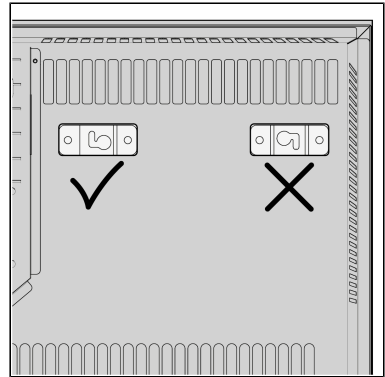

Abbildung 41.
7. Bevor Sie die Halterungen am Alutherm Sani Wi-Fi anbringen, überprüfen Sie noch einmal die Ausrichtung (Abbildung 41).